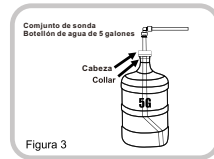
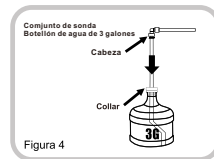

Figura 3
Figura 4
6. Coloque la sonda en el botellón. (Figura 3 para 5 galones) (Figura 4 para 3 galones) Deslice el collar hacia abajo hasta que encaje en su lugar. Empuje la cabeza hacia abajo hasta que el tubo toque el fondo del botellón.